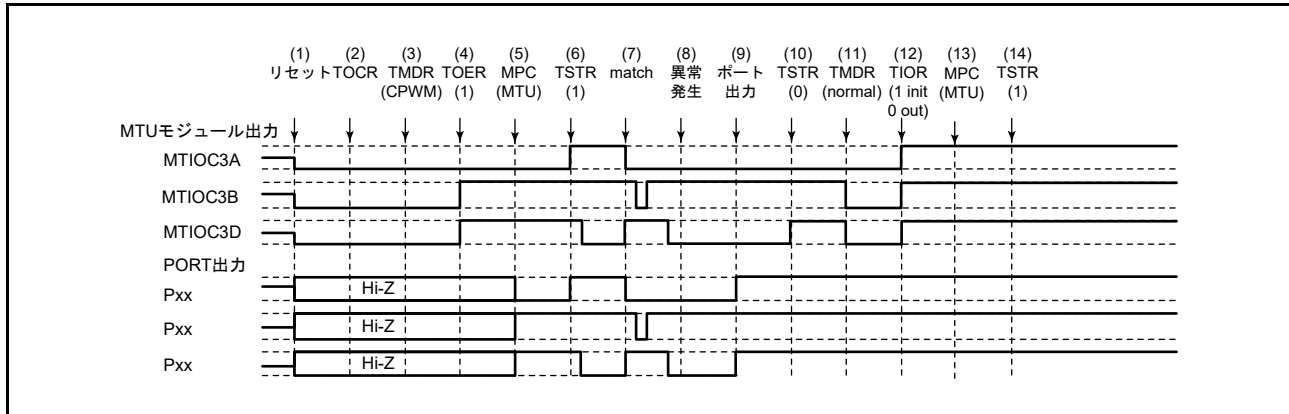

図 20.174 相補 PWM モードで異常が発生し、ノーマルモードで復帰する場合
相補 PWM モードで異常が発生し、再設定後ノーマルモードで再スタートする場合の説明図を図 20.174 に示します。
(1) ~ (10) は図 20.174 と共通です。
(11) PWM モード 1 を設定してください (MTU 出力は Low となります)。
(12) TIOR レジスタで端子を初期化してください (PWM モード 1 では MTIOCnB (MTIOCnD) 端子に波形が出力されません。出力すべきレベルがある場合は、I/O ポートのポート方向レジスタ (PDR)、ポート出力データレジスタ (PODR) で汎用出力ポートの設定をしてください)。
(13) MPC と I/O ポートのポートモードレジスタ (PMR) で MTU 出力としてください。
(14) TSTRA (TSTRB) レジスタで再スタートします。
(23) 相補 PWM モードで動作中に異常が発生し、相補 PWM モードで再スタートする場合の動作
(11) MPC と I/O ポートのポートモードレジスタ (PMR) で MTU 出力としてください。
(12) TSTRA (TSTRB) レジスタで再スタートします。
(13) コンペアマッチの発生により相補 PWM 波形を出力します。
(24) 相補 PWM モードで動作中に異常が発生し、相補 PWM モードで新たに再スタートする場合の動作
(11) ノーマルモードを設定し新しい設定値を設定してください (MTU 出力は Low となります)。
(12) TOERA (TOERB) レジスタで MTU3、MTU4 (MTU6, MTU7) の出力を禁止してください。
(13) TOCR1A、TOCR2A (TOCR1B, TOCR2B) レジスタで相補 PWM モードの出力レベルと周期出力の許可 / 禁止を選択してください。
(14) 相補 PWM を設定します。
(15) TOERA (TOERB) レジスタで MTU3、MTU4 (MTU6, MTU7) の出力を許可してください。
(16) MPC と I/O ポートのポートモードレジスタ (PMR) で MTU 出力としてください。
(17) TSTRA (TSTRB) レジスタで再スタートします。
(25) 相補 PWM モードで動作中に異常が発生し、リセット同期 PWM モードで再スタートする場合の動作
(11) ノーマルモードを設定してください (MTU 出力は Low となります)。
(13) TOCR1A、TOCR2A (TOCR1B, TOCR2B) レジスタでリセット同期 PWM モードの出力レベルと周期出力の許可 / 禁止を選択してください。
(14) リセット同期 PWM を設定します。
(26) リセット同期 PWM モードで動作中に異常が発生し、ノーマルモードで再スタートする場合の動作